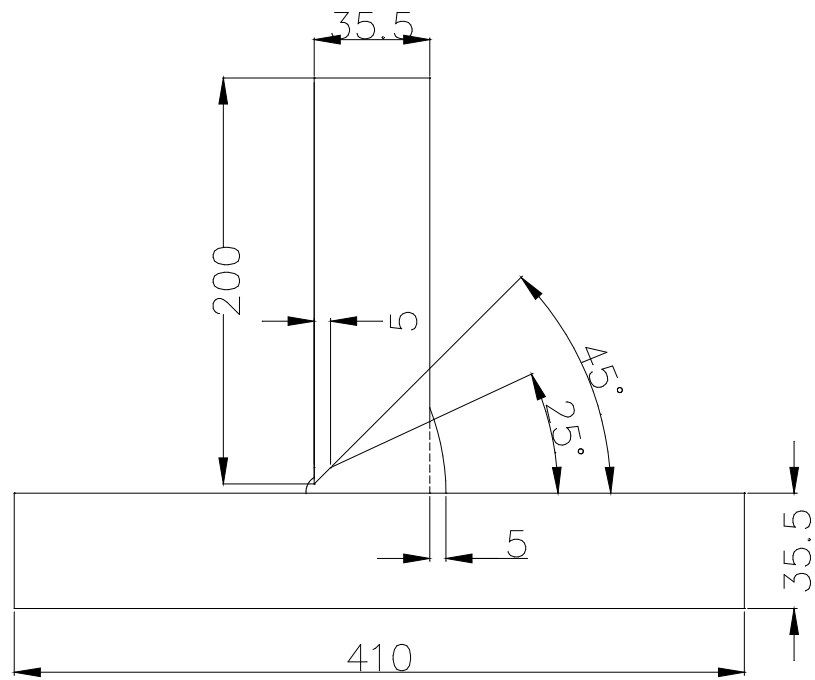

图 2
- (1) 图纸及参数，见图 2 所示。
- (2) 规格：410×400×35.5 试板与 410×200×35.5 试板构成的 T 型角焊缝。
- (3) 材质：316L。